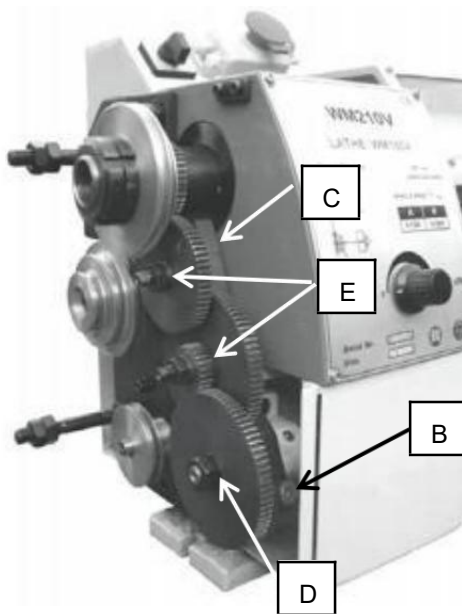
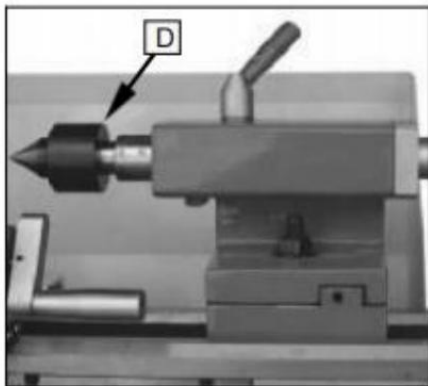

Fig. 19
Fig. 29
3. Lossa låsskruven (B, Fig. 19) på e kvadrant.
5. skruva loss muttern (D, Fig.29) från huvudskruven eller nötter (E, Fig. 19) från kvadranten för att ta bort ändra växlar framifrån .